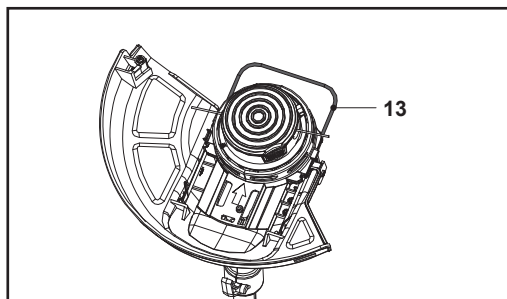

Fig. 13, posição de armazenamento
2. Pressione a proteção de plantas (13) para dentro para transporte e armazenamento (Fig. 13).